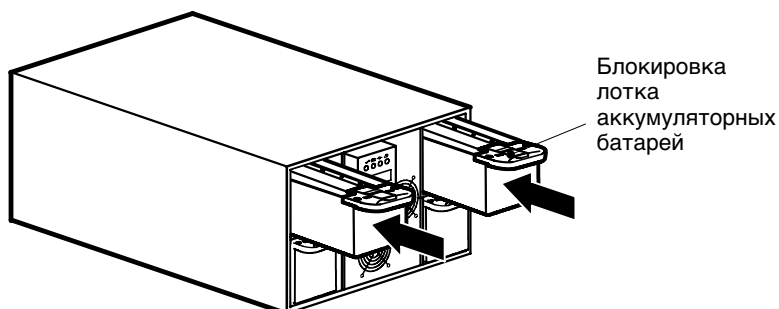

Рисунок 24. Установка лотков с батареями
- Задвиньте лотки аккумуляторных батарей в корпус (см. рис. 24). Задвигайте каждый лоток до тех пор, пока он не будет зафиксирован в нужном положении.